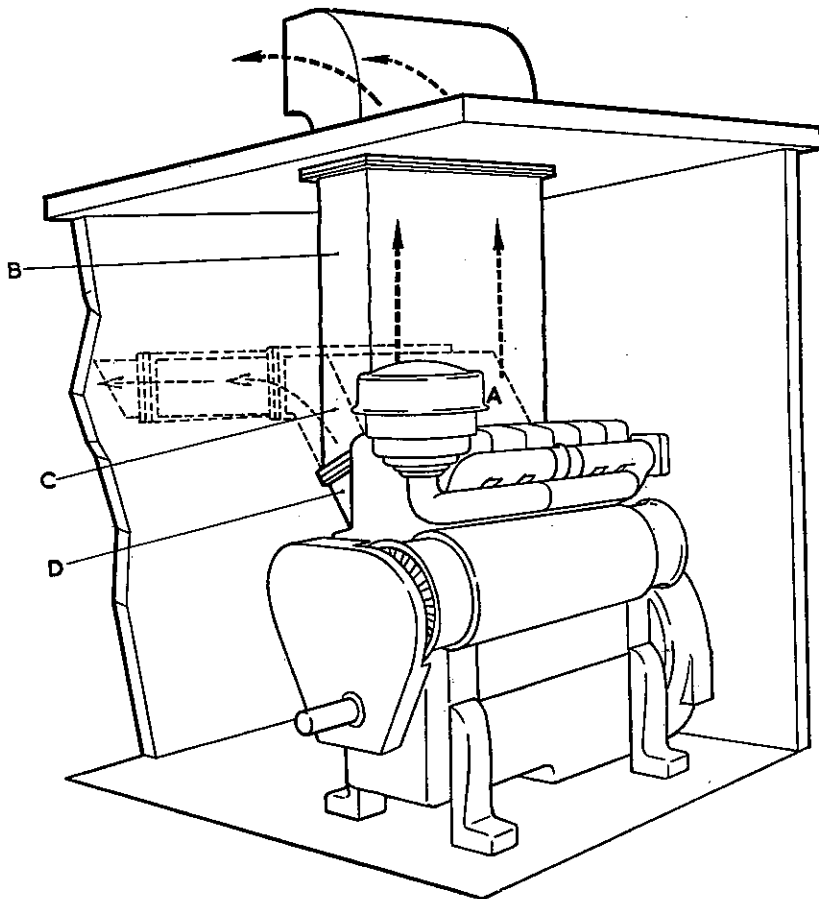

Fig. 9. Afvoer van hete lucht uit kleine afgesloten ruimten, incl. op schepen
- A. Oppervlakte van afvoerbuizen en kap zoals aangegeven in Fig. 9.